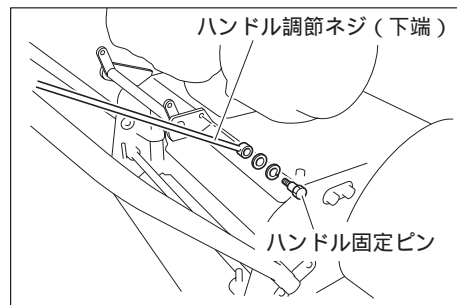

図4
4. ハンドル調節ネジの下端を付属のハンドル固定ピンを使用してエンジンベースに取り付けてください。(図4)